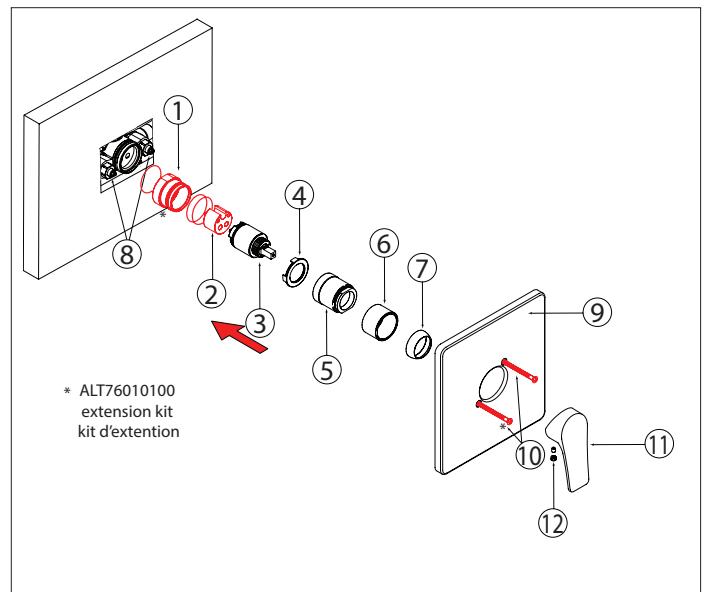

Fig. 13
Install the extension kit (1 & 2) (Fig. 13) and reinstall the components from (3) to (7) following the numerical order.
Open the two check valves (8) (Fig. 13) and inspect for possible leaks.
Reinstall the plate (9) back onto the finished wall using the new screws (10) included with the extension kit. Place the handle (11) and fix with the set screw (12). (Fig. 13).
Installer le kit d'extension (1 et 2) (Fig. 13) et réinstaller les composants de (3) à (7) en suivant l'ordre numérique.
Ouvrir les deux valves de service (8) (Fig. 13) et vérifier l'absence de fuites éventuelles.
Réinstaller la plaque (9) contre le mur de finition en utilisant les nouvelle vis (10) fournies avec le kit d'extension. Mettre la poignée (11) en place et la fixer avec la vis de réglage (12). (Fig. 13).